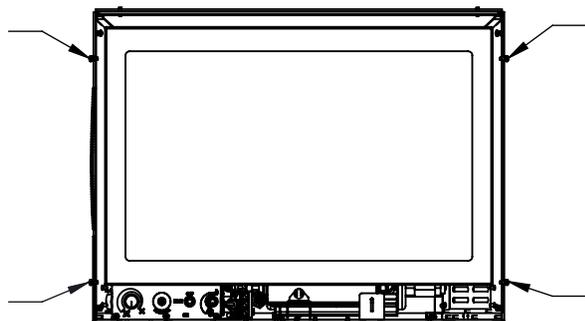

Figure 46: Bushing/Screw Installation Locations.
3. Dans le cas du panneau 4 côtés, vis surround sur l'unité comme indiqué dans les figures 46 et 47.